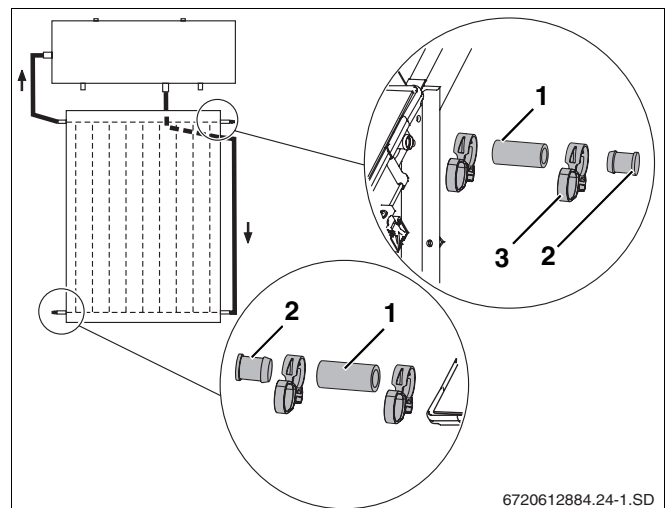

Fig. 24 Colocación de los tapones ciegos
- ▶ Introduzca tubos solares de 55 mm (fig. 24, **pos. 1**) con el tapón ciego premontado en las dos conexiones libres del colector.
- ▶ Una vez que las abrazaderas (fig. 24, **pos. 3**) estén bien asentadas, retire los anillos de seguridad a fin de dejar sólidamente establecida la unión.